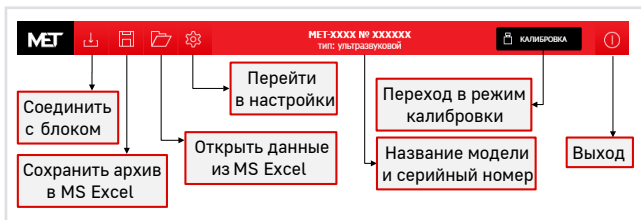

Рис. 8. Меню окна программы MET
8.5. Меню программного обеспечения MET состоит из кнопок, функциональное назначение которых показано на рис. 8.